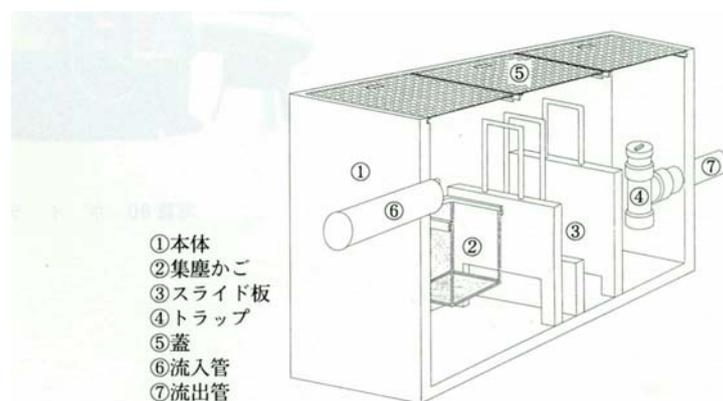

図 5-1 グリストラップ断面図
2. 屋外のグリストラップ（図 5-1）の中に油脂が溜まっていませんか？